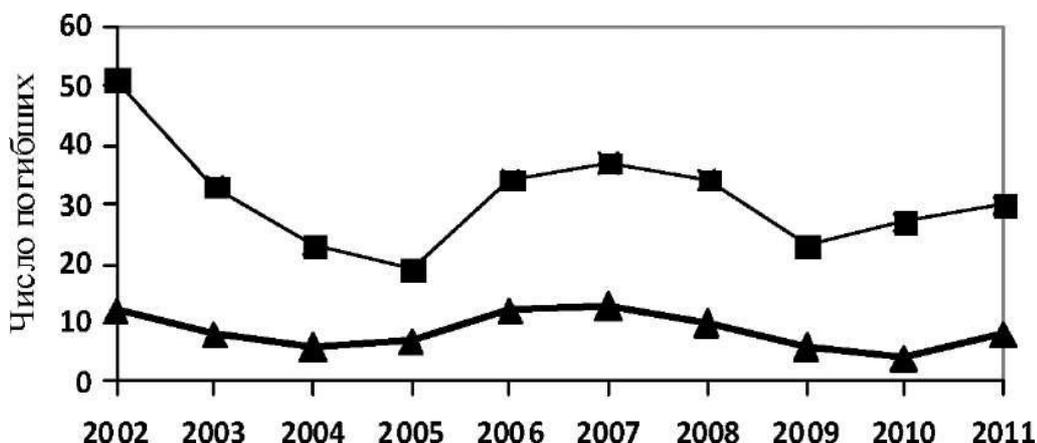

Рис. 6.4. Число погибших от пожаров и взрывов в России в период с 2002 по 2011 год.
**Иллюстрации (рисунки).** Все иллюстрации в пояснительной записке (эскизы, схемы, графики, фотографии) должны быть оформлены согласно настоящим методическим указаниям. Аккуратно выполненные иллюстрации должны располагаться по ходу текста. Сам рисунок должен располагаться сразу после завершения абзаца, где имеется ссылка на него, или на следующей странице. Ссылка в тексте на рисунок делается в виде: «... на рис. 6.4 приведена (показана и т.п.) ...». Если приводится график, то обязательно необходимо подписывать оси с размерностью приводимых величин, «... как показано на рис. 6.4. ...» При изображении устройства или схемы необходимо пояснять их основные элементы в подрисуночной подписи.